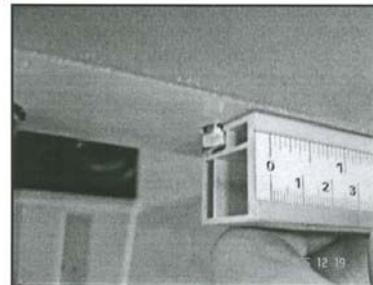

Fig. 11
1. Наверните три гайки M6x20 с запорными и плоскими шайбами (см. рис. 11) сквозь измерительную линейку к рабочему столу.